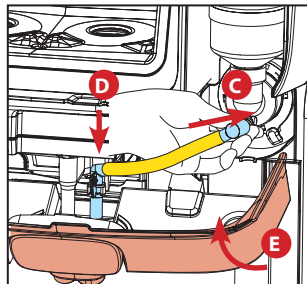

Fig. 5
4. Udskift røret på blandeskålen (C), og tryk udløbsdysen på blande bakken. Luk panelet (E), og automaten vender automatisk tilbage til normale udskænkingsfunktioner. (Se fig. 5)